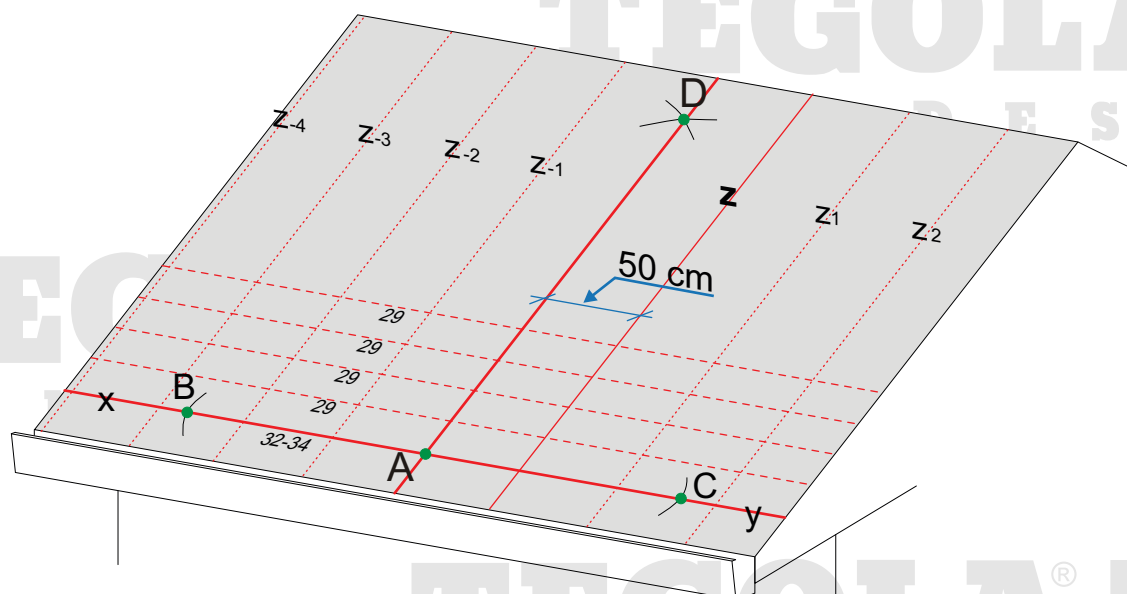

Fig. 1 - Tracciamento della copertura
- Partendo dalla linea xy tracciare delle linee orizzontali e parallele alla stessa, ad una distanza di cm 29 fra di loro fino ad arrivare al colmo (fig.1).